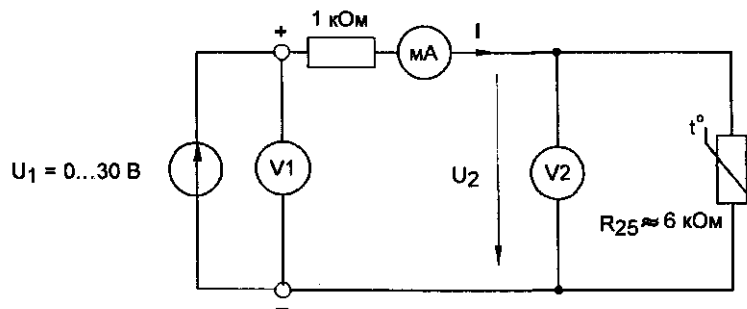

Рис. 4.3.1
- Соберите электрическую цепь согласно схеме (рис. 4.3.1) и измерьте ток I и напряжение U_2 на термисторе при, постепенном увеличении напряжении U_1 согласно табл. 4.3.1. Измерения должны быть выполнены с интервалами не менее 30 с, чтобы после каждого изменения напряжения достичь установившегося теплового состояния термистора. Для измерения двух напряжений используйте один мультиметр, переключая его положительный вывод из одной точки в другую. Напряжения больше 15 В можно получить, соединив последовательно два источника постоянного напряжения: 0...15В и 15В. Резистор 1 кОм включен для ограничения тока и предотвращения перегрева терморезистора.